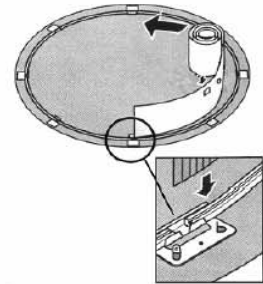
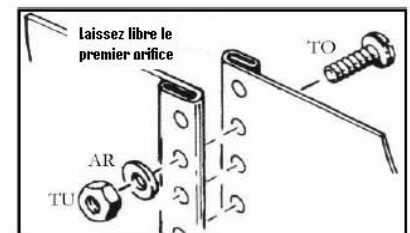

fig. 14
fig. 15
- c) Le début de la paroi où se trouvent les trous pour les vis doit être placé au centre d'une plaque de base PU2 (Fig. 14). Choisissez la plaque de base plus proche à l'emplacement du filtre.
- d) Commencez à dérouler la paroi en faisant entrer le bord inférieur dans les profilés inférieurs recourbés (Fig. 14 et Fig. 15). Le commencement de la paroi, où se trouvent les trous d'entrée et sortie du filtre, doivent être installées sur une plaque de base à l'endroit où sera installé le filtre.
- f) Joignez les deux extrémités de la paroi de la piscine en plaçant un boulon et un écrou dans chaque extrémité. Les têtes à boulon doivent rester toujours à l'intérieur de la piscine et les écrous à l'extérieur (Fig. 15). Sur la paroi sont prévues deux rangées pour insérer les vis : il est important que chaque trou compte une vis sans quoi la piscine risque de se casser.